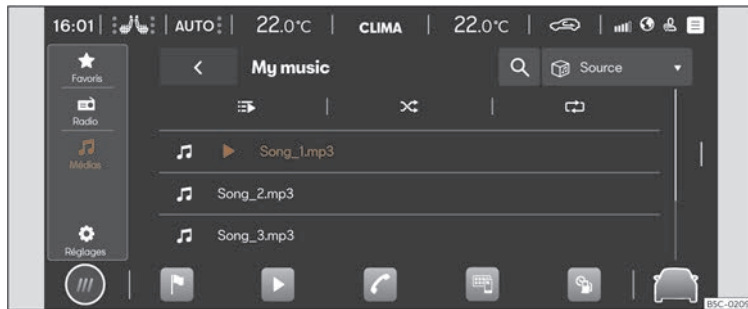

Fig. 167 Représentation schématique : Vue Multimédia.
- Appuyez sur **HOME** > ► > **fig. 167**.